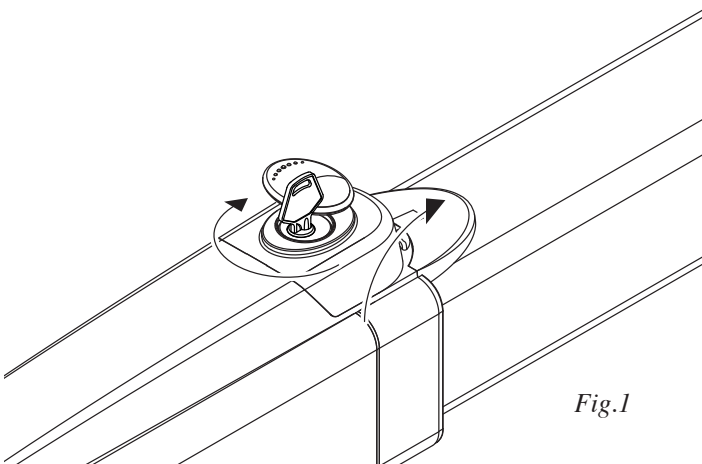

Fig.1
- En utilisant la clé personnalisée, fournie avec chaque vérin, ouvrir le couvercle de protection du mécanisme de déblocage (Fig.1).